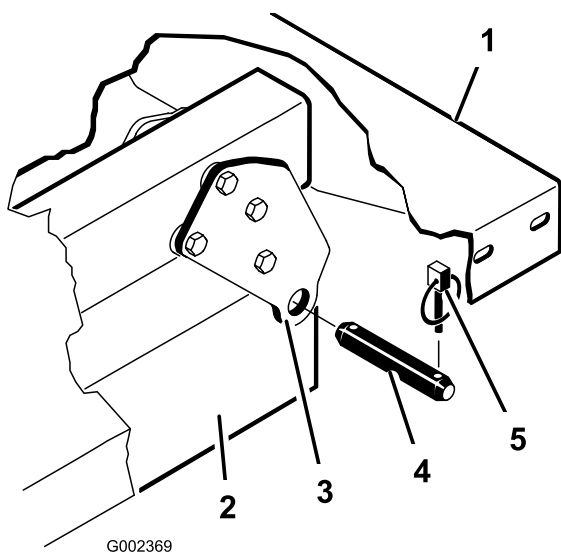

Рисунок 35
3. Удалите штифты с отверстием под шпильку, которые крепят концы штоков гидроцилиндров к монтажным плитам кузова, протолкнув штифты внутрь (Рисунок 35).
4. Выньте шпильки и штифты с отверстием под шпильку, которые крепят шарнирные кронштейны к швеллерам рамы (Рисунок 35).
**Примечание:** Убедитесь, что задние шарнирные плиты прикреплены болтами к раме/швеллеру кузова таким образом, что нижний конец расположен под углом к задней части (Рисунок 35).
2. Аккуратно установите кузов на раму автомобиля, совместив отверстия в задней шарнирной плите кузова с отверстиями в заднем швеллере рамы, и установите 2 штифта с отверстиями под шплинт и шплинты (Рисунок 35).
3. На опущенном кузове закрепите конец каждого штока гидроцилиндра в соответствующих пазах в монтажных плитах кузова с помощью штифта с отверстиями под шплинт и шплинта. Вставьте штифт с отверстиями под шплинт с наружной стороны кузова, при этом шплинт должен находиться снаружи (Рисунок 35). Задние пазы служат для монтажа полноразмерного кузова, а передние пазы - для монтажа кузова размером 2/3.